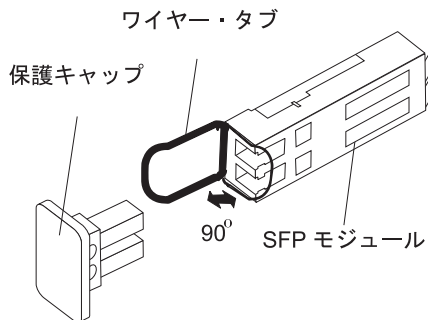

図 29. SFP モジュール・ラッチのアンロック - プラスチック・タブの場合
- プラスチック・タブが入っている SFP モジュールの場合は、図 29 に示すように、プラスチック・タブを外側に 10° 引いて SFP モジュールのラッチをアンロックします。